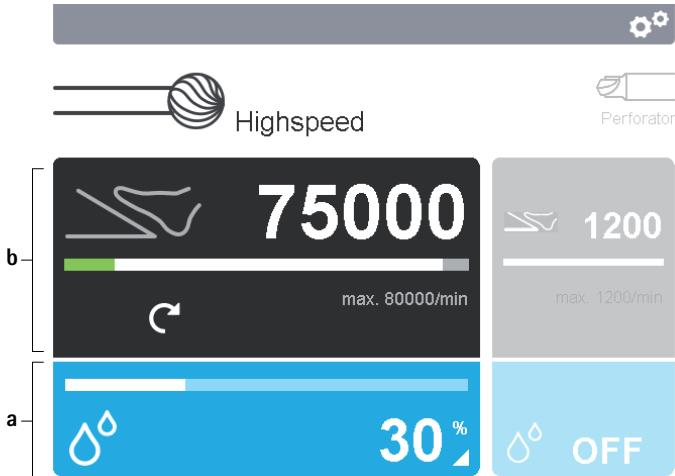

Abb. 5 Bedienfelder aktivieren
- Einstellparameter Anwendungsteil ändern: Anwendungsteil-Bedienfeld **b** im Display **2** betätigen, siehe Abb. 5.